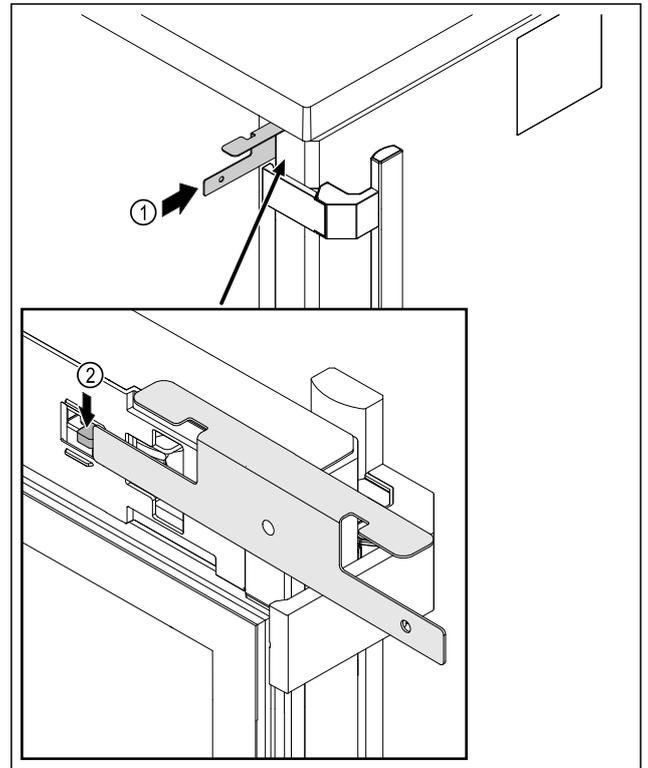

Fig. 218
- ▶ Notentriegelungsschlüssel Fig. 218 (1) zwischen Tür und Gerätekorpus einstecken.
- ▶ Schlosshaken Fig. 218 (2) in Richtung Scharnier drücken.